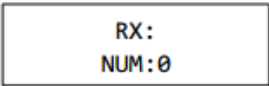

图 3 终端 A 上电初始状态 OLED 显示示例
- 终端 A 上电后，串口接收字符数量初始为 0，OLED 显示效果如图 3 所示。